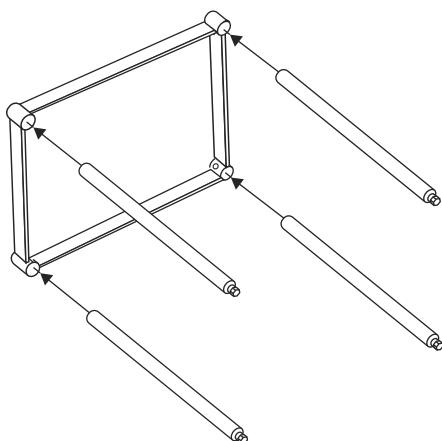

Figure 1
1. En gardant la tablette inférieure sur son côté, poussez les pieds à travers les cols jusqu'à la hauteur désirée. Pour assurer la hauteur exacte, marquez la hauteur désirée sur chaque pied avec un marqueur magique ou un crayon à laboratoire. (Voir Figure 1)